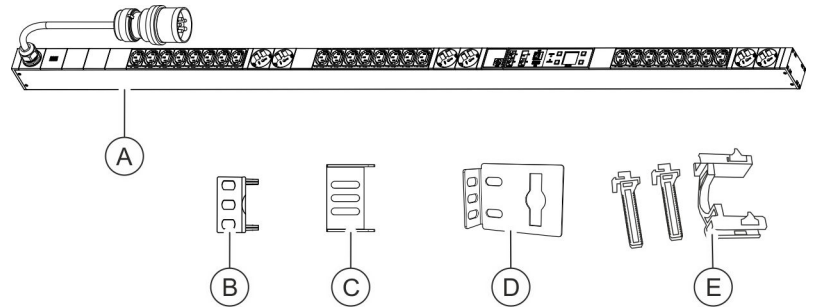

Abb. 14: Lieferumfang
- PDU (Abb. 14/Ⓐ)
- Zwei Steckwinkel zur Montage der PDU über die Rückseite (Abb. 14/Ⓑ)
- Zwei Steckwinkel zur Montage der PDU über die Seiten (Abb. 14/Ⓒ)
- Zwei Einhängewinkel (Abb. 14/Ⓓ)
- Zwei Sets Kaltgeräteverriegelungen (C13/C19) (Abb. 14/Ⓔ)